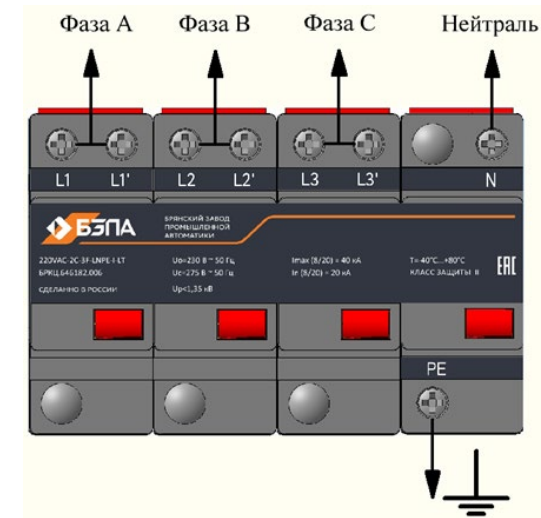

Рисунок 3 – Вводы и выходы УЗИП
1.5.5 Вводы и выходы УЗИП показаны на рис. 3.